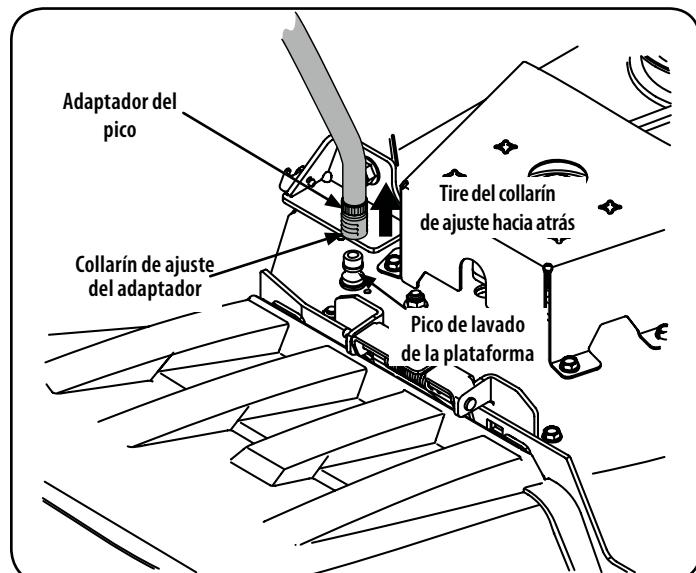

Figura 26
3. Tire hacia atrás el collarín de ajuste del adaptador del pico y empuje el adaptador hacia el pico de lavado de plataforma del extremo izquierdo de la plataforma de corte. Suelte el collarín de ajuste para tratar el adaptador en el pico. Consulte la Figura 26.